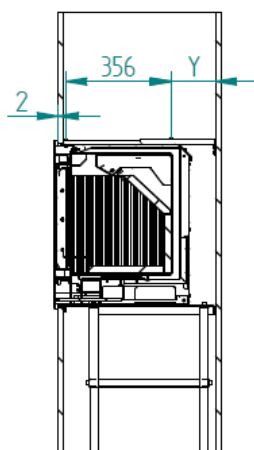

Figura 17 – Distancia mínima del marco a la cara de cartón yeso o mampostería
14. Finalmente puede colocar la puerta y el marco en el mueble, el marco debe tener una holgura de al menos 2 mm con respecto a la placa de yeso o a la mampostería, véase la Figura 17.